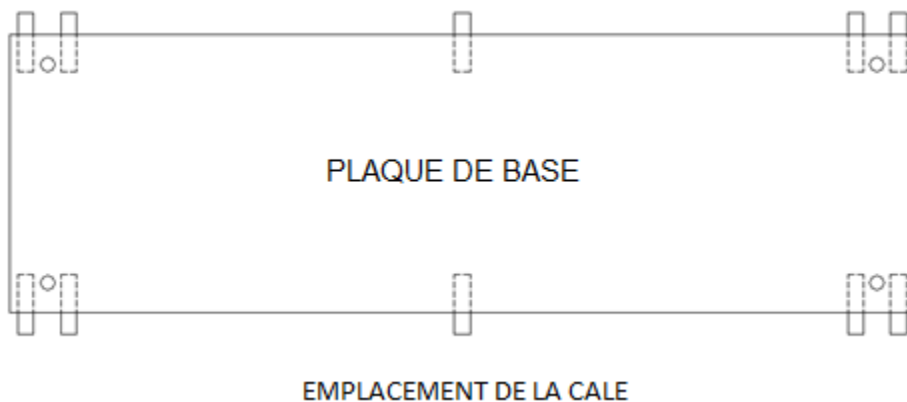

Figure 6-3: Emplacements du bord
3. Les cales/bords doivent être remplacés sur la couche de base, comme indiqué à la **Figure 6-3**. Utilisez 2 à 3 par pile pour obtenir l'intervalle souhaité entre la plaque de base et la couche de base. L'intervalle normal est de 1 po à 1-1/2 po.